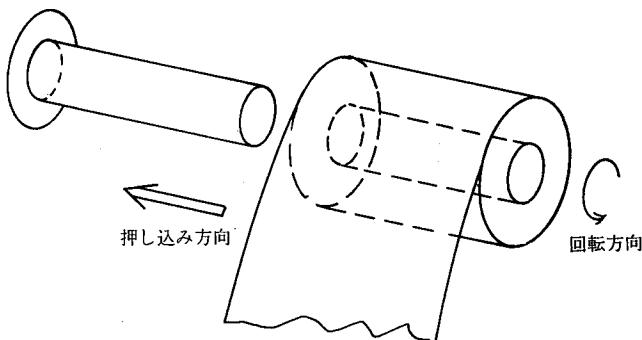

図5-2
- (1) 記録紙を図5-2の様にストックローラ④のツバに当るまで押し込みます。
- (2) 残量プレート②を使用する記録紙幅の表示位置までスライドさせてセットします。
- (3) ストックローラ（記録紙）④のツバが左側になるようストックローラ構③にあわせ、完全に止まるところまで押し込みます。
- (4) この後は、記録器本体のペーパーガイドボス、プレッシャーローラ、テンションプレートを各々使用する記録紙幅の表示位置までスライドさせてセットします。
- (5) 記録紙を引き出し送りローラにのせ記録紙収納蓋を完全にロックするまで確実に閉じて下さい。